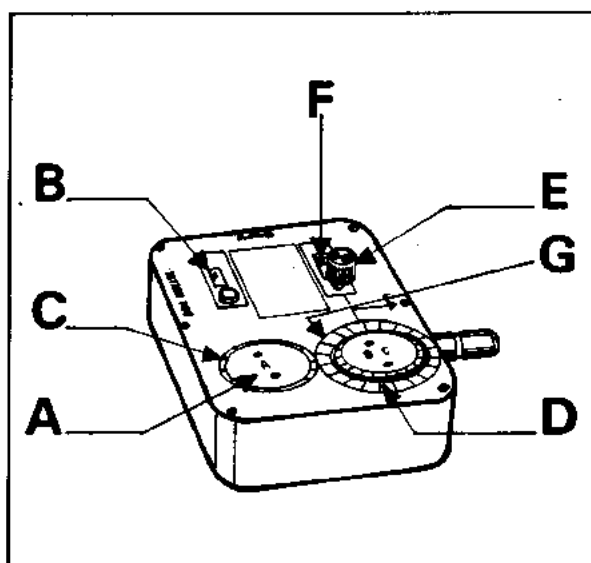

Fig. 13
- Breng de luchtbel m.b.v. de schijf (A) (fig. 13) binnen de merktekens (B).
- Lees bij (C) de positieve of negatieve camberhoek af.